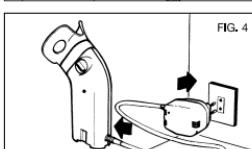

FIG. 4
4. Collegate il nebulizzatore alla presa di rete elettrica mediante l'apposito alimentatore come indicato in (FIG. 4), lo stesso deve essere posizionata in modo tale che non sia difficile operare la disconnessione dalla rete elettrica. Alla fine dell'uso dell'apparecchio estrarre l'alimentatore dalla presa di corrente.